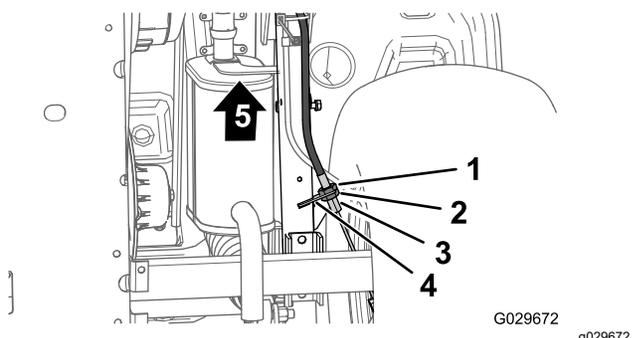

Рисунок 51
3. В нижней части машины ослабьте заднюю зажимную гайку резьбового регулятора троса стояночного тормоза на 4 оборота (Рисунок 51).
4. Затяните переднюю контргайку (Рисунок 51).
- А. Ослабьте затяжку передней зажимной гайки (Рисунок 51) на резьбовом регуляторе троса стояночного тормоза на один оборот.
- В. Затяните заднюю контргайку (Рисунок 51).
- А. Ослабьте затяжку задней зажимной гайки (Рисунок 51) на резьбовом регуляторе троса стояночного тормоза на один оборот.
- В. Затяните переднюю контргайку (Рисунок 51).